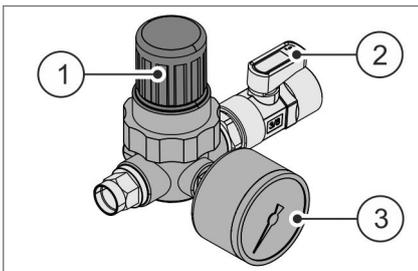

Abb. 24 Druckregler HDE
Über den Druckregler Abb. 24 / ① am Druckbehälter wird der Druck für die Hochdruckeinspritzung HDE mit destilliertem Wasser eingestellt und kann am Manometer Abb. 24 / ③ abgelesen werden.
Über den Kugelhahn Abb. 24 / ② am Druckregler kann der Druckbehälter entlüftet werden.